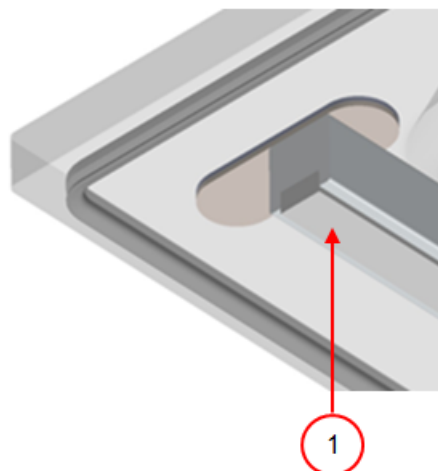

Abbildung 18: Austausch des Silikongummis der Silikonhalter
1. Ziehen Sie das alte Silikongummi vom Halter ab, vgl. *Abbildung 18: Austausch des Silikongummis der Silikonhalter* auf Seite 68.